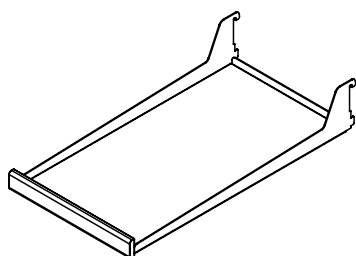

Figure 36
- (1) étagère en porte-à faux, demi-largeur en verre (Voyez la Figure 36).